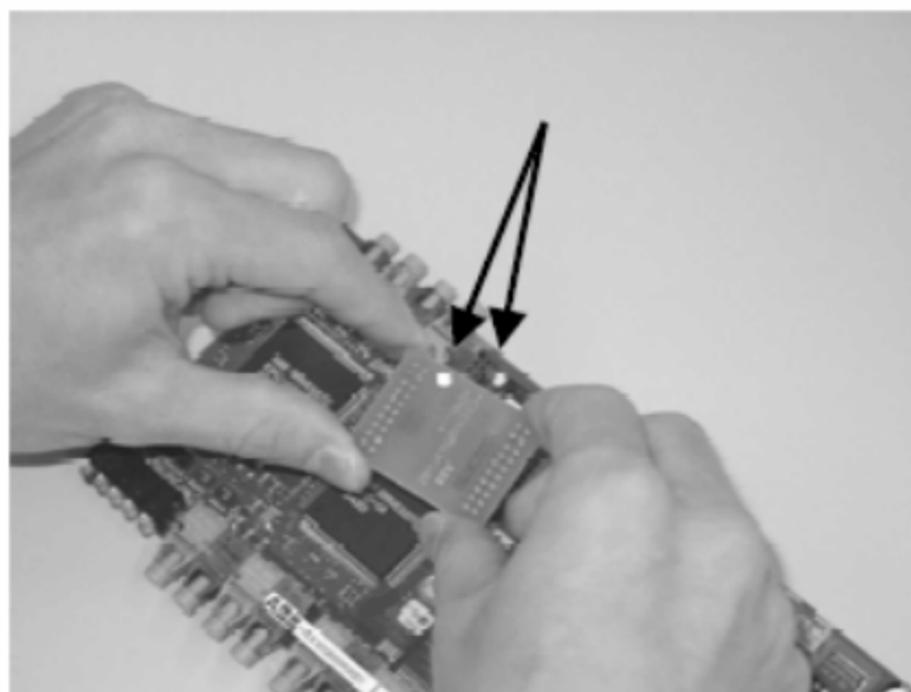

图6.5 检查方向
- 4 当插上一个新的闪存PC板时注意闪存PC板白色点和AM板上的相对应。（如图6.5）